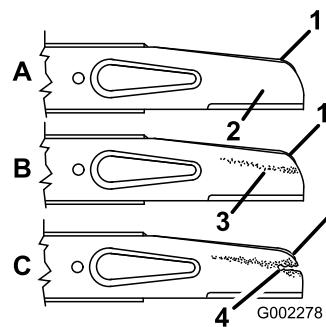

Рисунок 29
Внимательно проверьте остроту и степень износа ножа, особенно в месте соединения плоской и изогнутой частей ножа (Рисунок 29А). Проверяйте нож перед эксплуатацией машины, поскольку песок и абразивный материал могут стачивать металл между плоской и изогнутой частями ножа. Если вы заметите бороздку или износ (Рисунок 29В и Рисунок 29С), замените нож; см. раздел **Демонтаж ножа** (страница 30).
2. Удалите гайки крепления ножа, снимите акселератор и нож (Рисунок 29).